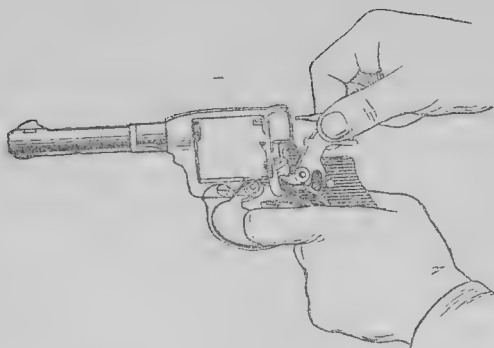

Рис. 33. Как снять курок с оси.
7) снять курок с оси: взять револьвер левой рукой за рукоятку, а правой — за курок и надавить указательным пальцем левой руки на хвост спускового крючка возможно сильнее; снять курок с оси (рис. 33);